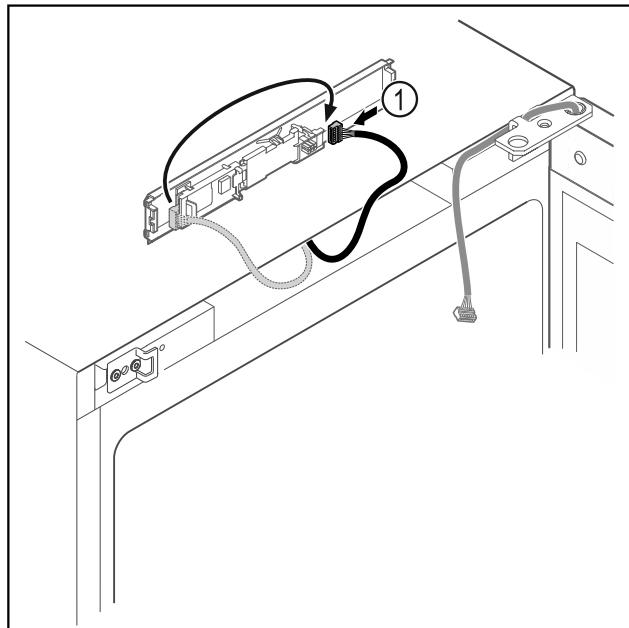

Fig. 13
- Переставити штекер *Fig. 13 (1)* на плиті.